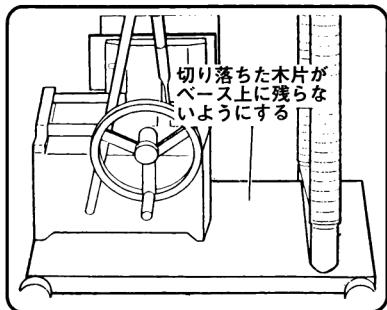

図 17
- 木片がベース上に残ったまま使用しますと木片が飛散し、機械を損傷させるだけでなくけがの原因になりますので、常によく取り除いてください。(図17参照)
(2) ベース上にたまつた切りくずを定期的に取り除いてください。（図17参照）